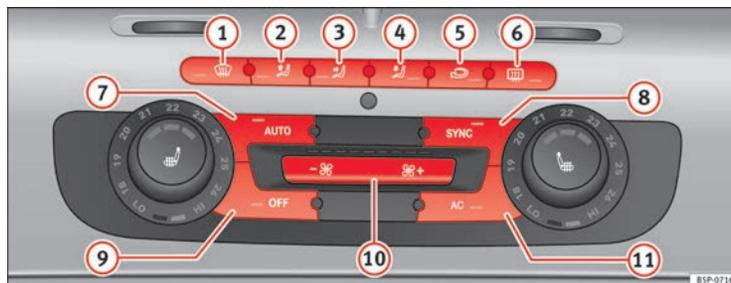

Fig. 131 Mandos del 2C-Climatronic en el tablero de instrumentos
- Gire las rulinas de regulación de temperatura => fig. 131 para ajustar la temperatura del lado izquierdo y derecho respectivamente.
- Pulse la tecla **AUTO** ⇒ fig. 131. Aparece “AUTO High” en el display de la radio (velocidad de turbina alta).
- Pulse de nuevo la tecla **AUTO** ⇒ fig. 131. Aparece “AUTO Low” en el display de la radio (velocidad de turbina baja).